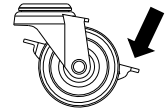

Fig.3
- 作業中および移動を完了した機器は、必ずキャスターブレーキをロックさせて動かないようにしてください。(Fig.3)